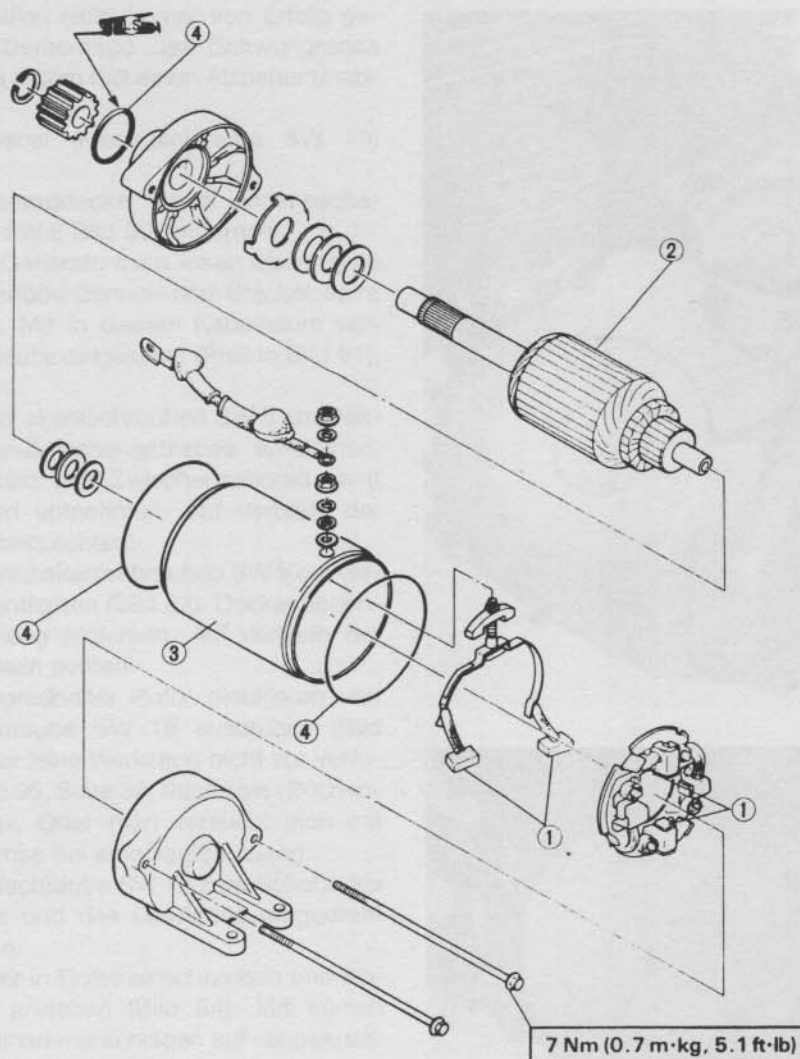

Bild 79
- Bürstenhalterplatte ① Bild 79 auf Gehäuse anbringen, dabei diese mit ihrer Nase in Kerbe des Gehäuses ausrichten. Damit Anker ohne Beschädigung der Kohlebürsten montiert werden kann, Bürstenfedern und Bürsten vorläufig ausbauen.